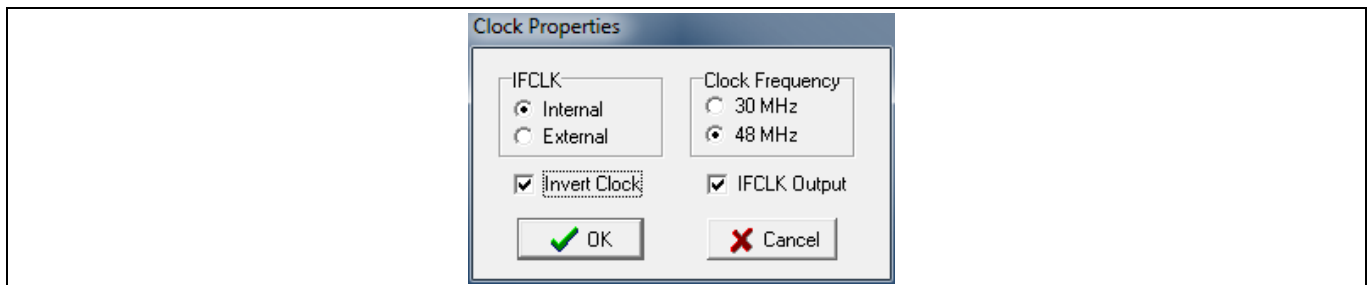

Figure 35 IFCLK を設定
8. **48 MHz CLK** テキストボックスを右クリックして、**Figure 35** のようにクロック特性を設定します。**Invert Clock** チェックボックスをオンにします。GPIF は立ち上がりエッジで信号を変更およびサンプ